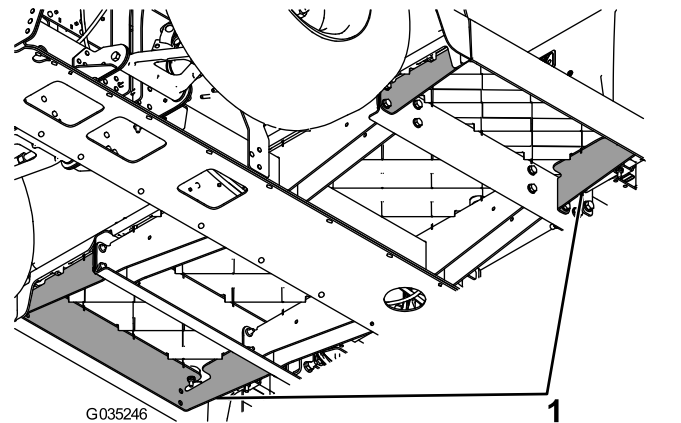

Figura 4
3. Retire 1 de los apoyos existentes de la placa del suelo (Figura 4).
- Retire el otro apoyo existente de la placa del suelo (Figura 4).